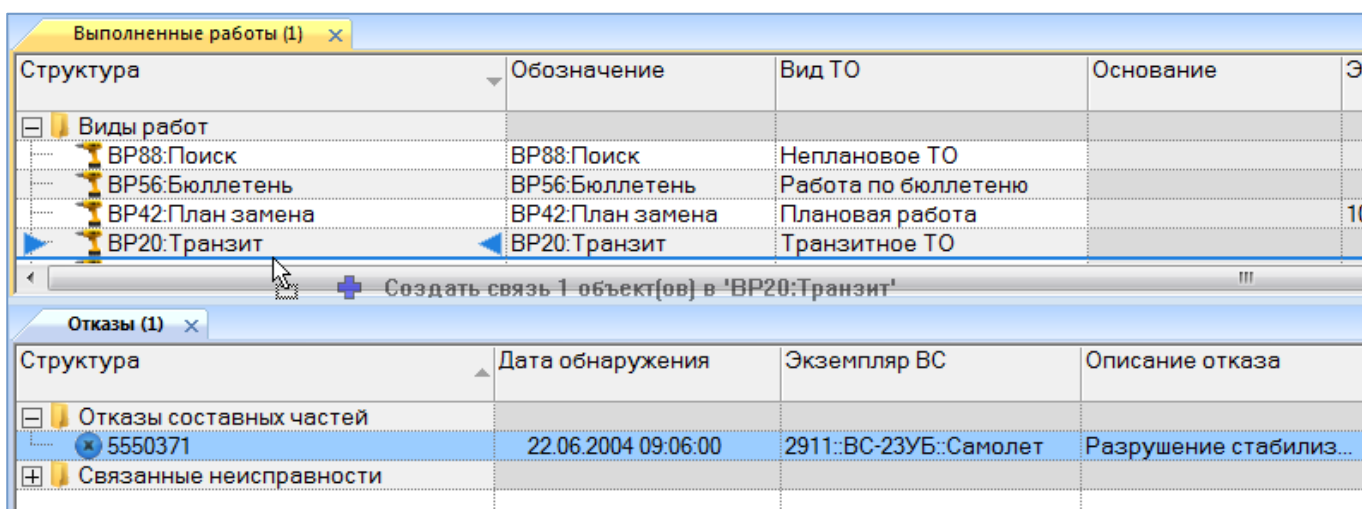

Рис. 13-486 – Переместить отказ на работу
- 5) В открывшемся диалоговом окне нажать «Да» для подтверждения действия (рис. 13-486).